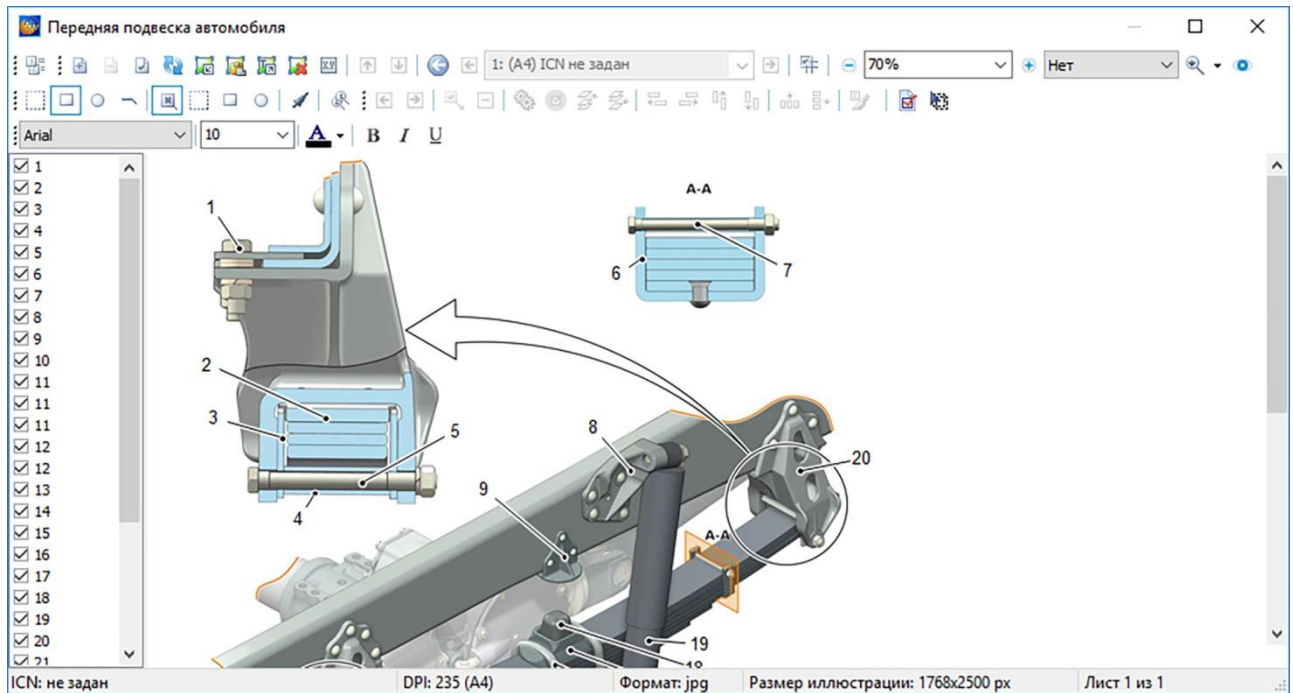

Рисунок 226
2) Проставьте выноски (рисунок 226). По умолчанию надписи в выносках начинаются с 1 и увеличиваются на 1 каждый раз. При остановке процесса и его возобновлении нумерация выносок начинается с номера, следующего за наибольшим существующим.